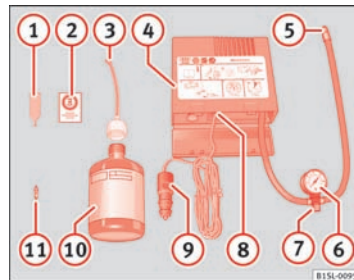

Fig. 141 Havarisættets dele
Havarisættet er placeret i bagagerummet under bundpladen. Det består af følgende dele ⇒ Fig. 141:
10. Tag mærkaten ⇒ Fig. 141 ② fra havarisættet, og sæt den på instrumentpanelet i førerens synsfelt.
- Skru ventilkeglen ud af dækventilen med værktøjet til afmontering af ventilkegler ⇒ Fig. 141 ①, og læg den på et rent underlag.
- Ryst ⇒ Fig. 141 10 flasken med dæktætningsmiddel nogle gange kraftigt frem og tilbage.
- Skru påfyldningsslangen ⇒ Fig. 141 ③ helt på flasken med dæktætningsmiddel med uret. Folien på lukningen bliver automatisk brudt.
- Fjern proppen fra påfyldningsslangen ⇒ Fig. 141 ③, og sæt den åbne ende helt på dækventilen.
- Skru ventilkeglen ind i dækventilen igen med værktøjet til afmontering af ventilkegler ⇒ Fig. 141 ①.
- Skru luftkompressorens påfyldningsslange ⇒ Fig. 141 ⑤ fast på dækventilen.
- Kontroller, om luftaftapningsskruen ⇒ Fig. 141 ⑦ er lukket.
- Sæt kabelstikket ⇒ Fig. 141 ⑨ i en 12-volts-stikdåse i bilen ⇒ Side 116.
- Tilslut luftkompressoren med tilslutnings- og afbryderkontakten ⇒ Fig. 141 ⑧.
Tilslut dækpåfyldningsslangen ⇒ Fig. 141 ⑤ igen, og aflæs dæktrykket på dæktrykmåleren ⑥.